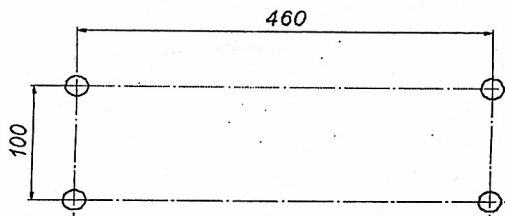

Рис. 2
3.4. Установите в стене четыре дюбеля (6), разметив отверстия согласно рис. 2, и вкрутите в них винты-саморезы (7), оставив зазор до стены ~ 2 мм. Затем навесьте на винты раковину.